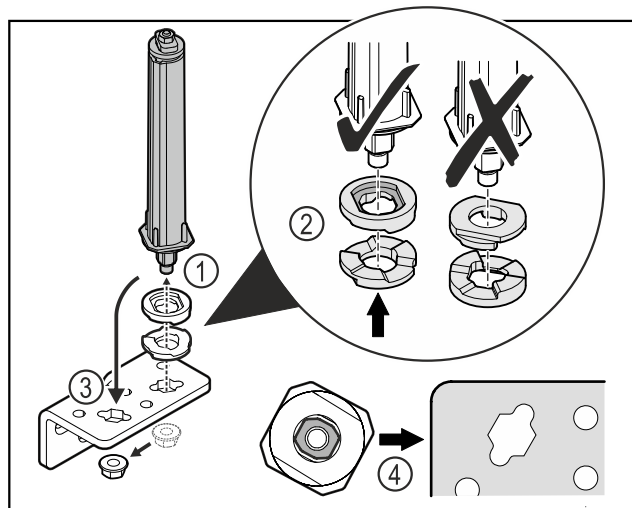

Fig. 46
- ▶ Отпустите гайку и демонтируйте систему закрытия двери Fig. 46 (1).
- ▶ Учитывайте правильность выравнивания шайб для регулировки высоты Fig. 46 (2).
- ▶ Переставьте систему закрытия двери в шарнирном уголке и зафиксируйте гайкой Fig. 46 (3).
- ▶ При установке учитывайте правильность выравнивания системы закрытия двери Fig. 46 (4).